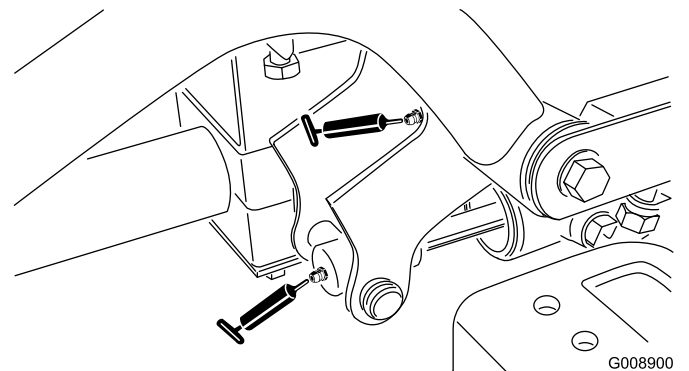

Figura 51
- Articulação do braço de elevação dianteiro esquerdo e cilindro de elevação (2) (Figura 51)